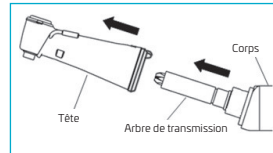

Fig. 9
- Retirez la tête du corps. (Figure 9)
- Retirez l'arbre de transmission du corps. (Figure 9)